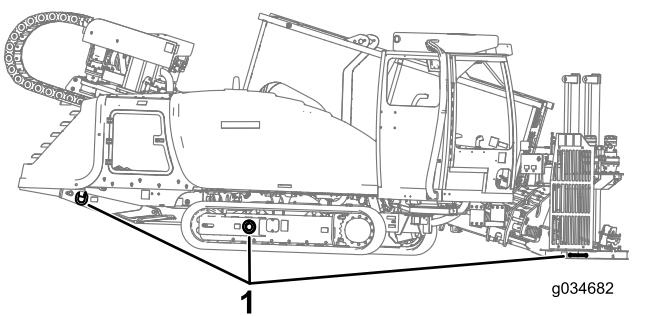

Figura 39
9. Utilice cadenas y tensores con suficiente capacidad para amarrar la máquina al remolque usando los anillos de los bastidores de las orugas y la placa de sujeción (Figura 39).